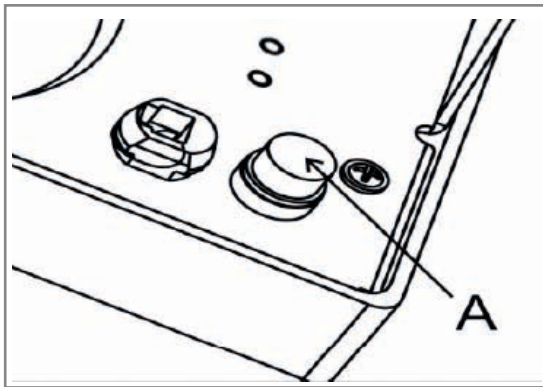

Figura 1
13) Fusible externo A (opcional) (Figura 1).
Refiriéndose a la Figura 1 para la instalación recomendada.